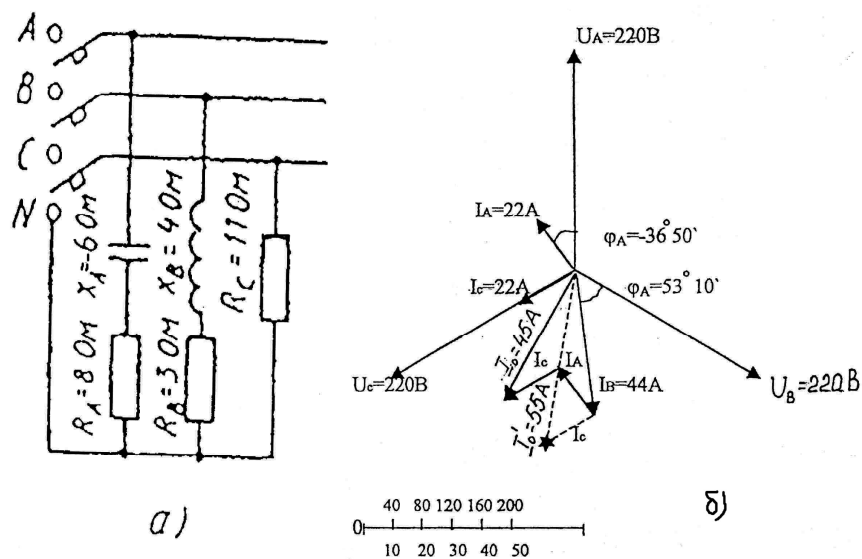

Рисунок 2
**Пример 1.** В четырехпроводную сеть включена несимметричная нагрузка, соединения в звезду (рис. 2 а). Линейное напряжение сети  $U_{ном} = 380$  В. Определить токи в фазах и начертить векторную диаграмму цепи в нормальном режиме и при отключении автомата в линейном проводе А. Из векторных диаграмм графически найти ток в нулевом проводе в обоих случаях.
(1 см = 10 А) и напряжению (1 см = 40 В). Построение диаграммы начинаем с векторов фазных напряжений  $U_A$ ,  $U_B$ ,  $U_C$  (рис. 2 б), располагая их под углом  $120^\circ$  друг относительно друга. Чередование фаз обычное: за фазой А - фаза В, за фазой В - фаза С. В фазе А угол сдвига  $\varphi_A$  отрицательный, т.е. ток  $I_A$  опережает фазное напряжение  $U_A$  на угол  $\varphi_A = -36^\circ 50'$ . Длина вектора тока  $I_A$  в прямом масштабе составит  $22/10 = 2,2$  см, а длина вектора фазного напряжения  $U_A - 220/40 = 5,5$  см. В фазе В угол сдвига  $\varphi_B > 0$ , т.е. ток отстает от фазного напряжения  $U_B$  на угол  $\varphi_B = 53^\circ 10'$ ; длина вектора тока  $I_B$  равна  $44/10 = 4,4$  см.. В фазе С ток и напряжение  $U_C$  совпадают по фазе, так как  $\varphi_C = 0$ . Длина вектора тока  $I_C$  составляет  $22/10 = 2,2$  см. Ток в нулевом проводе  $I_0$  равен геометрической сумме трех фазных токов. Измеряя длину вектора тока  $I_0$ , получаем в нормальном режиме 4,5 см, поэтому  $I_0 = 45$  А. Векторы линейных напряжений на диаграмме не показаны, чтобы не усложнять чертеж.
5. При отключении линейного автомата в фазе А на векторной диаграмме остаются фазные напряжения  $U_B$  и  $U_C$ , и продолжают протекать в этих фазах токи  $I_B$  и  $I_C$ . Ток  $I_A = 0$ . Поэтому ток в нулевом проводе  $I_0$  равен геометрической сумме токов - фаз В и С (рис. 2 б). Измеряя длину вектора тока  $I_0$ , получаем 5,5 см, или 55 А.